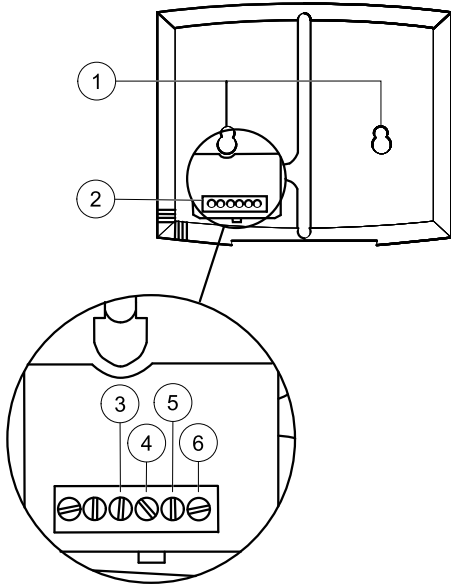

Рис. 10 Электрические соединения пульта управления
Панель управления поставляется присоединенной к контроллеру Corrigo, расположенному в соединительной коробке. Длина кабеля — 10 м. Чтобы отсоединить пульт управления от сигнального кабеля, можно отсоединить провода на его задней части (рисунок 10).
- 2 При необходимости просверлите в стене два отверстия для крепления пульта управления (межцентровое расстояние — 60 мм) (поз.1, рисунок 10).